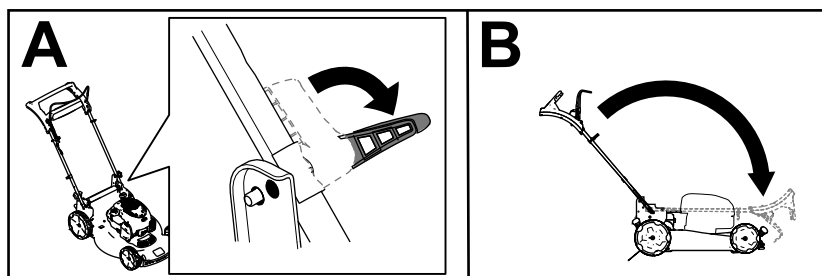

Figura 19
2. Decuplați închizătoarele mânerului până ce puteți mișca mânerul superior liber (A din Figura 19)
3. Pliai mânerul în faă, către poziia înainte completă (B din Figura 19).